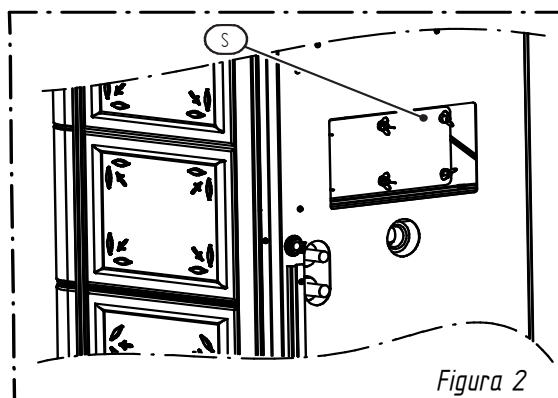
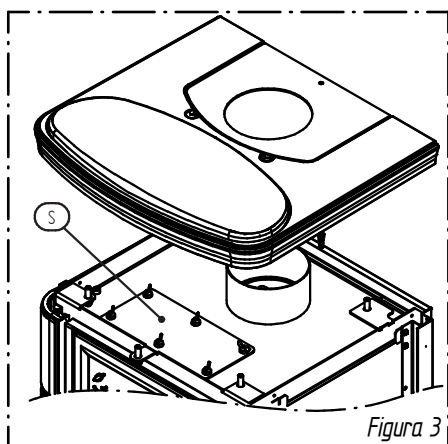
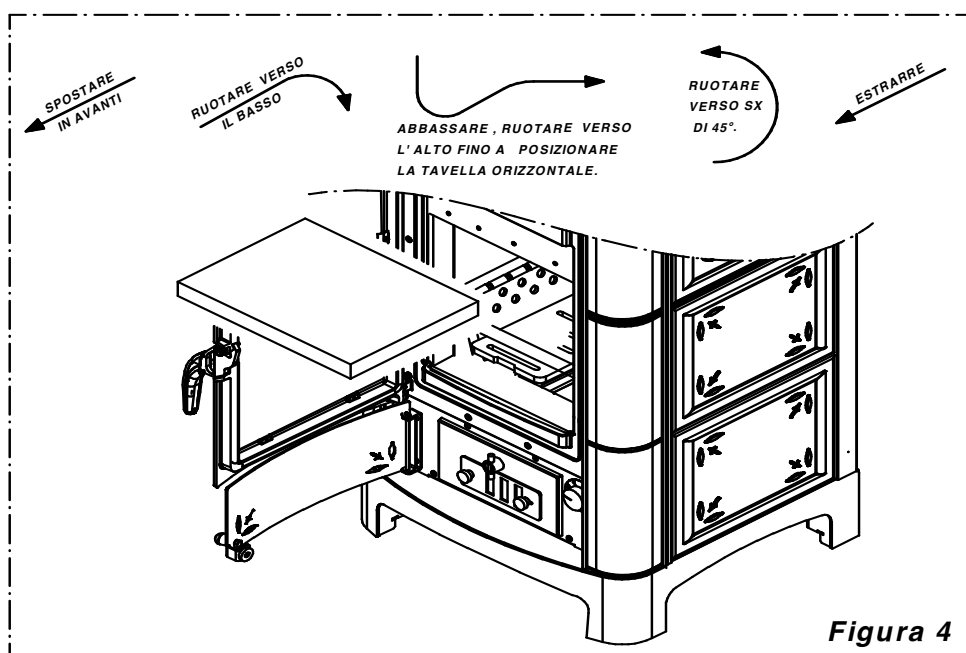

Figura 2
Figura 3
Figura 4
Per avviare la thermostufa aprire completamente il *regolatore aria di combustione primaria manuale C* (tutta aperta verso sx), aprire completamente la *leva regolazione aria di combustione secondaria manuale D* (tutta aperta verso sx) (figura 1), aprire completamente il termostato automatico aria comburente fino alla pos. 8 e assicurarsi che la griglia di combustione sia libera da eventuali ostruzioni. Fare una piccola fiammella usando carta o cartone con trucioli o piccoli pezzi di legno , aggiungendo via via pezzi sempre più grossi. Quando la combustione sarà ben avviata , chiudere il *regolatore aria di combustione primaria manuale C* nella posizione di minima (tutta chiusa verso dx) e chiudere la *leva regolazione aria di combustione secondaria manuale D* (tutta chiusa verso dx) (figura 4). Regolare l'afflusso dell'aria comburente attraverso la *manopola regolazione termostato automatico aria comburente B* in funzione delle effettive necessità di assorbimento dell'impianto. La pompa riscaldamento entrerà in funzione non appena il termostato anticondensa tarato a 60°C darà il consenso al circolatore impianto di attivarsi. La potenza utile si raggiunge usando combustibile con pezzatura del diametro di circa 7-8 cm , ovviamente è possibile utilizzare pezzatura più grande a scapito di una minore potenza. Per ravvivare il fuoco, utilizzando l'attizzatoio in dotazione, liberare la griglia dalle ceneri combuste.
OGNI 15 gg od ogni qualvolta sia necessario pulire le superfici interne dello scambiatore e il fascio tubiero aprendo la porta caricamento togliendo dapprima la tavella in vermiculite (figura 4) e aprendo il tappo **S** (nella thermostufa ARDHEA F posto sul retro (figura 2), nel caso della thermostufa ARDHEA è posto sotto il coperchio in ghisa (figura 3).